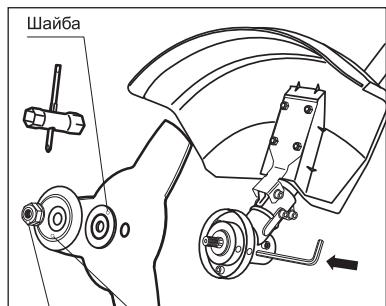

рис. 11
- Установите режущий нож на фланцевую шайбу. Убедитесь, что режущий нож правильно отцентрирован и лежит на проточке шайбы. Установите прижимную шайбу. Установите на вал чашку крепления (рис. 11).
- Удерживая стопорный стержень одной рукой, надежно затяните гайку трубчатым ключом (входит в комплект поставки), поворачивая ее против часовой стрелки (рис. 11).